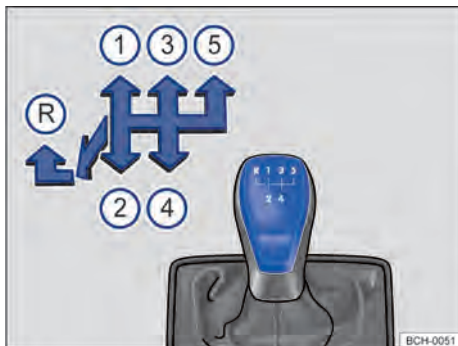

Fig. 91 Esquema de la transmisión manual de 5 marchas.
Las posiciones de cada una de las marchas están representadas en la palanca de cambios → fig. 91.
- Empujar la palanca de cambios totalmente hacia la izquierda y después hacia adelante hasta la posición de la marcha atrás → fig. 91